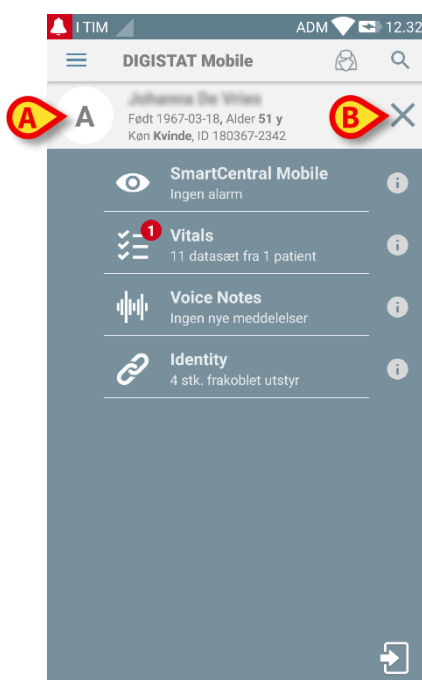

Fig 42
Patientdata findes øverst på siden (Fig 42 **A**). Alle data i alle DIGISTAT® Mobile-modulerne filtreres nu efter patient (dvs. alle og kun de valgte patientalarmer/-notifikationer vil blive vist).
- Rør ved korset, der vises i Fig 42 **B** for at vælge patienten fra.